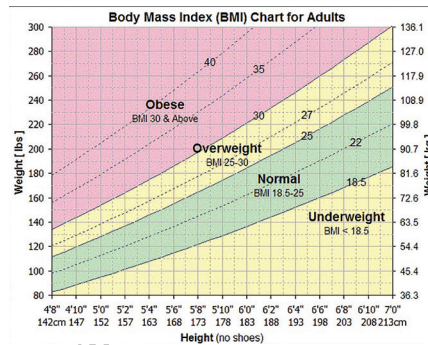

Abbildung 31. Körpermasseindex-Diagramm
- Die Patienten-ID-Nummer (**Patient ID**) wird oben links auf dem Bildschirm angezeigt. Wenn der angemeldete Benutzer der Arzt ist, der den Eingriff durchgeführt hat, werden alle Patienteninformationen angezeigt. Beachten Sie, dass die Patienteninformationen auch einen berechneten Körpermasseindex auf der Grundlage des eingegebenen Gewichts und der Größe des Patienten enthalten. Wenn  gedrückt wird, wird das Körpermasseindex-Diagramm angezeigt (siehe Abbildung 31).